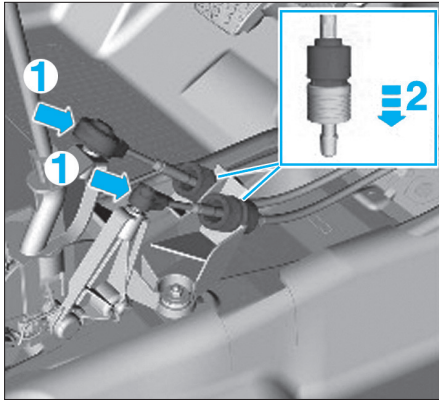

Fig. 10
- Désaccoupler les câbles de commande du levier de vitesses et des arrêts de gaine. Pour cela (Fig.10) :
- dégrafer l'extrémité des câbles (1),
- pousser les bagues dans le sens de la flèche (2).